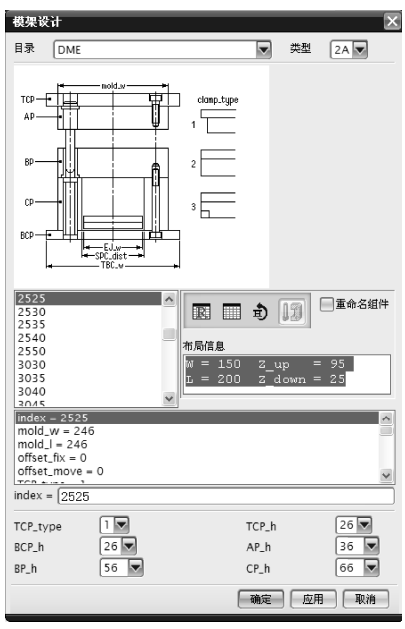
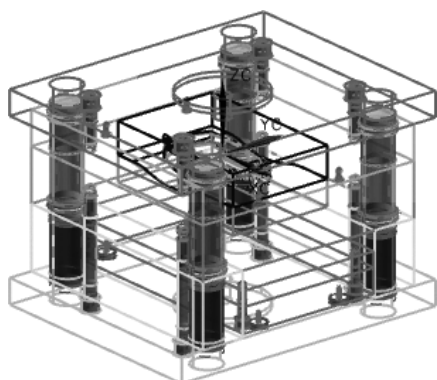
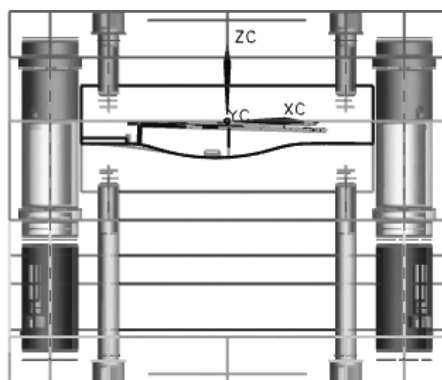

图 8-87 【模架设计】对话框
图 8-88 加载标准模架
图 8-89 模架前视图
(1) 在【注塑模向导】工具栏中单击【模架库】按钮，打开如图 8-87 所示的【模架设计】对话框，在目录下拉列表中选择【DME】模架，类型下拉列表中选择【2A】，型号为 2525。
(2) 在图 8-87 所示对话框的下部，选择【AP_h】为 36，【BP_h】为 56，【TCP_type】为 1，其余参数默认系统的设置。
(3) 在图 8-87 所示对话框中单击【确定】按钮，系统加载标准模架如图 8-88 所示，其前视图如图 8-89 所示。